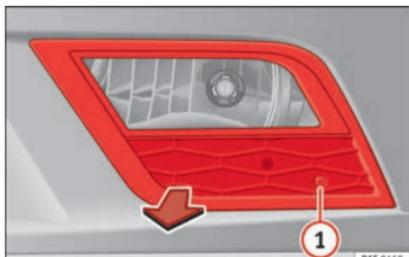

Fig. 189 Faro fendinebbia.
- Rimuovere la vite » fig. 189 ① dalla griglia del faro fendinebbia mediante un cacciavite.